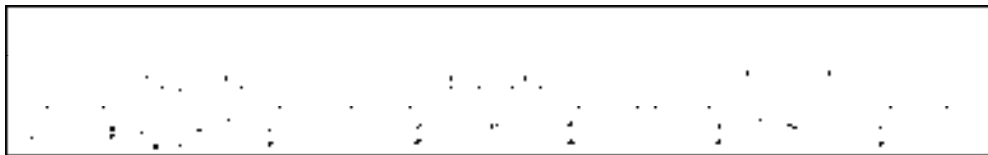

图 14-92 绘制结果
12) 调用“多段线”命令，绘制多段线；调用“阳台”命令，沿用上述操作方法，根据已有路径生成阳台图形，绘制结果如图 14-92 所示。